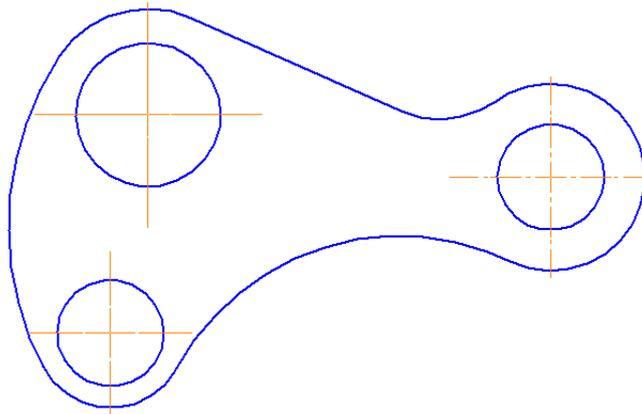

Рисунок 30
6. Для окончательного построения внешнего контура детали удалите лишние участки окружностей командой **Усечь кривую**  на панели **Редактирование** , рисунок 30. Прервите команду , обновите изображение  (для устранения временных искажений) и отобразите документ целиком щелчком на кнопке **Показать все**  на Панели управления.